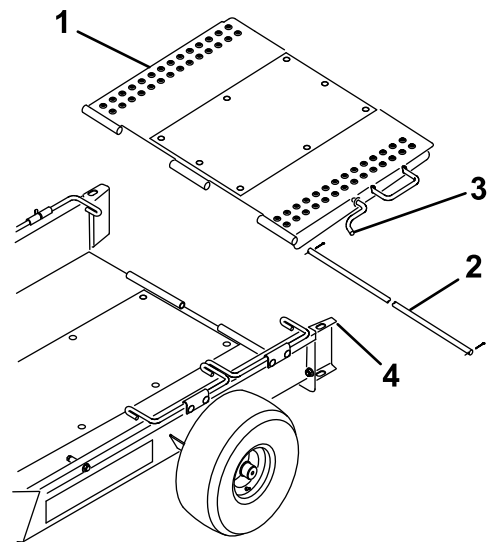

図 4
5. トレーラベッドの後部にトレーランプを取り付けるヒンジ付きロッドとコッターピン 2本を使用する 図 4。
6. トレーランプを跳ね上げてホイールガイド上部にある穴にランプをラッチ止める 図 4。
8. トレーラランプを跳ね上げてホイールガイド上部にある穴にランプをラッチ止めする 図 4。